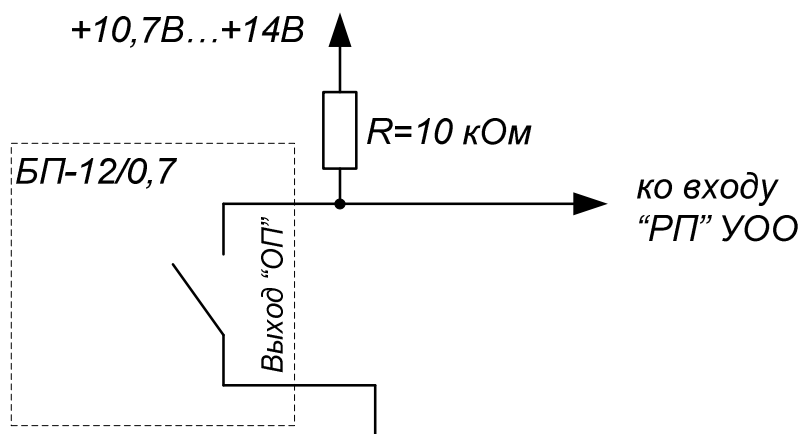

Рисунок 1
9.5.12 При использовании источника питания без выходов контроля состояния питания, необходимо вход "РП" УОО соединить со входом питания "+12". Если в качестве выхода контроля состояния используются сухие контакты реле, то необходимо использовать подключение через дополнительный внешний резистор (рисунок 1).